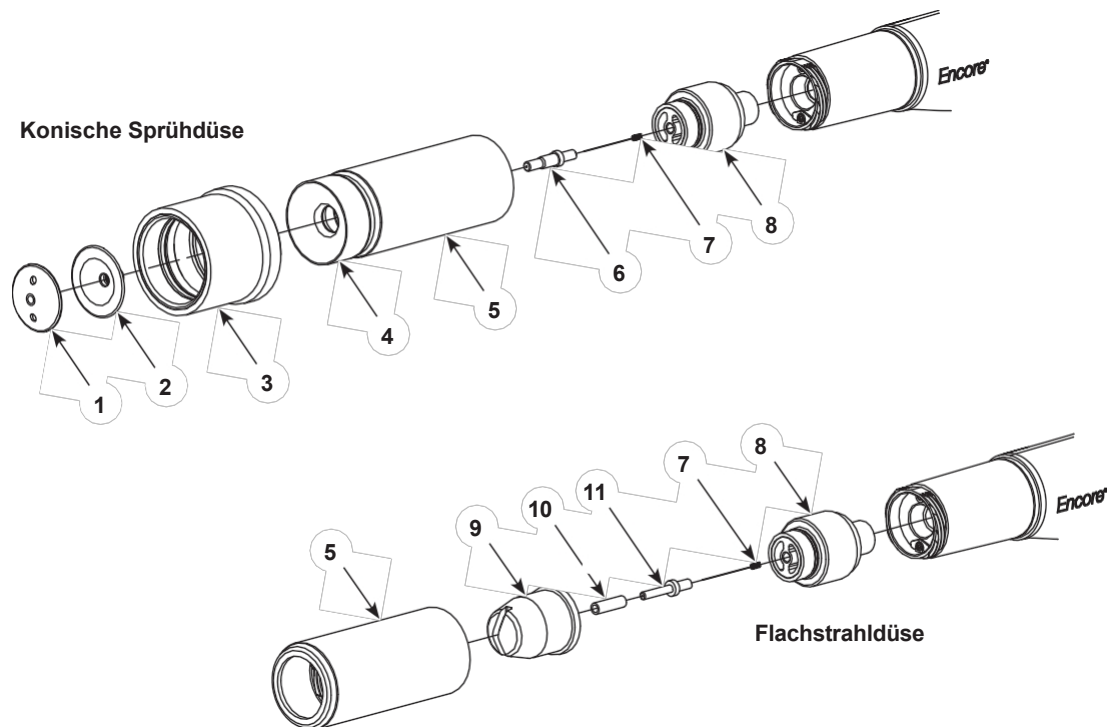

Abbildung 3-5 Wechsel von von einer konischen zu einer flachen oder eckigen Sprühdüse (abgebildet mit flacher Sprühdüse)
Siehe Abbildung 3-5. Um von der konischen Standarddüse zu einer Flach- oder Eckspritzdüse zu wechseln, sollten die folgenden Teile bestellt werden.
2. Siehe Abbildung 3-5. Entfernen Sie die Düse von der Pistole:
**Konische Düse:** Die Ablenkkappe (1) abschrauben, dann den Ablenker (2) entfernen. Schrauben Sie die Düsenmutter (4) ab und nehmen Sie sie zusammen mit der Düse und der Modellhülse (3) aus der Pistole.
**Flach- oder Eckspritzdüse:** Schrauben Sie die Düsenmutter (4) ab und entfernen Sie sie zusammen mit der Düse (8) von der Pistole.
3. Ziehen Sie den Elektrodenträger (7) aus der Pistole.
6. Wenn Sie eine konische Düse verwenden, ziehen Sie die Modellhülse (3) von der Düsenmutter und der Düse ab. Reinigen Sie alle entfernten Teile mit einer Niederdruckblaspistole. Wischen Sie die Teile mit einem sauberen, trockenen Tuch ab.